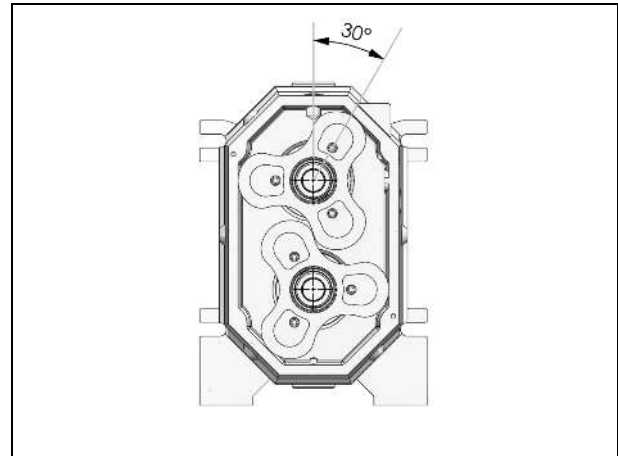
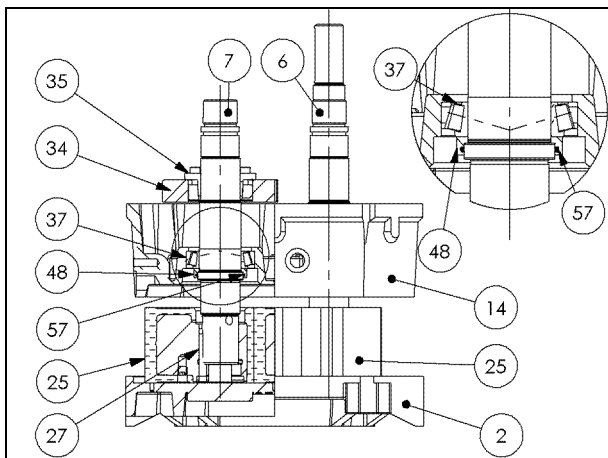
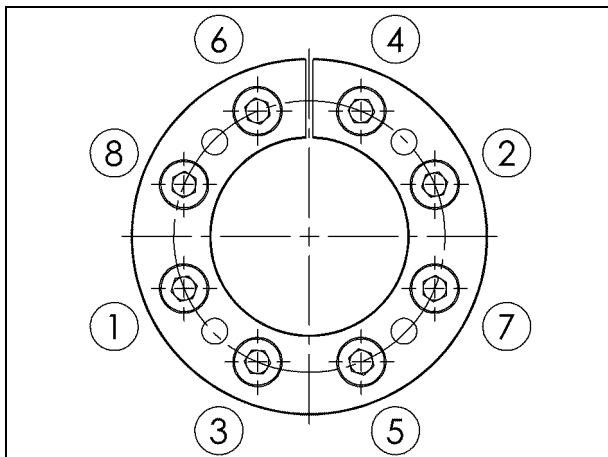

Fig. 16-13. Posizione dei lobi per la messa in fase.
Fig. 16-11. Montaggio in verticale cassa ingranaggi (fase 1).
Fig. 16-12. Sequenza avvitemento viti calettatore ruote dentate.
2. Infilare questi alberi completi di O-ring negli alberi (P. 6-7) fino ad arrivare alla battuta (Fig. 16-11);
3. Infilare cuscinetti (parte rotante) (P. 37) sugli alberi (P. 6-7), usando martello di gomma, fino ad arrivare in battuta con anelli (P. 48) (Fig. 16-11). **Att: proteggere cuscinetto in questa fase di inserimento da colpi;**
4. Inserire (Fig. 16-11) anelli stazionari dei cuscinetti (P. 37) nel supporto tenute (P. 14);
6. Adagiare su un piano il coperchio posteriore (P. 2) e infilare gli alberi (P. 6-7) nei lobi (P. 25) e nel coperchio posteriore (P. 2) (Fig. 16-11);
9. Serrare viti calettatore (P. 35) usando chiave dinamometrica (esagonale 6mm) in modo graduale e uniforme e incrociato, come Fig. 16-12, coppia finale **41 Nm**. Dopo **41 Nm** ultimo passaggio seguendo la sequenza di sopra a **25 Nm**.
10. Posizionare a mano i lobi a 30° (Fig. 16-13), **tenendo la pompa sempre in posizione verticale come Fig. 16-11**, inserire la restante ruota dentata (P. 34) sull'albero e, usando una chiave dinamometrica, serrare le viti (esagonali 6mm) del calettatore (P.35) in modo incrociato (Fig. 16-12) fino a **20 Nm**, bloccare i lobi a 30° tramite il punteruolo fra le ruote dentate, e serrare le viti in modo graduale e uniforme e incrociato, come Fig. 16-12, coppia finale **41 Nm**. Dopo **41 Nm** ultimo passaggio seguendo la sequenza di sopra a **25 Nm**.
18. Togliere il coperchio posteriore (P. 2) e i lobi (P.25) (Fig. 16-11);
19. Togliere le due linguette (P. 27) (Fig. 16-11);